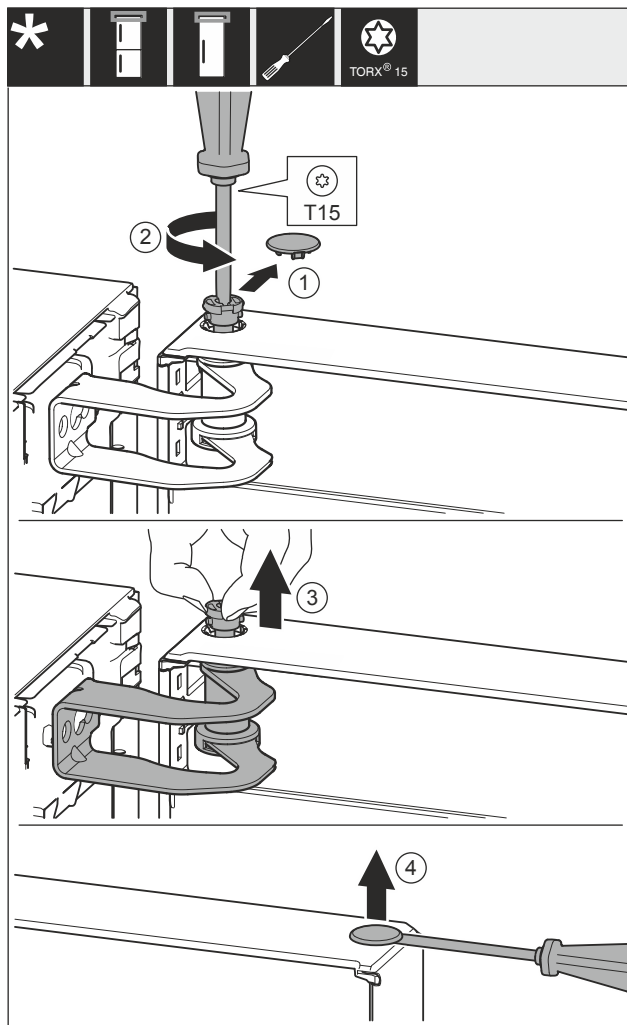

Fig. 29
- ▶ Abdeckung Fig. 29 (1) vorsichtig entfernen.
- ▶ Bolzen Fig. 29 (2) mit Schraubendreher ein Stück herausdrehen.
- ▶ Bolzen Fig. 29 (3) mit den Fingern herausziehen.
- ▶ Abdeckung Fig. 29 (4) vorsichtig mit einem Schraubendreher anheben und entfernen.